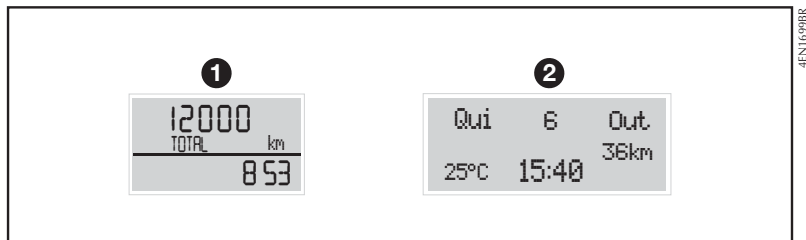

fig. 54
**Display 1–fig. 54** – Ideogramas, informações numéricas e mensagens de texto curtas.
**Display 2–fig. 54** – Ideogramas, informações numéricas e mensagens de texto.